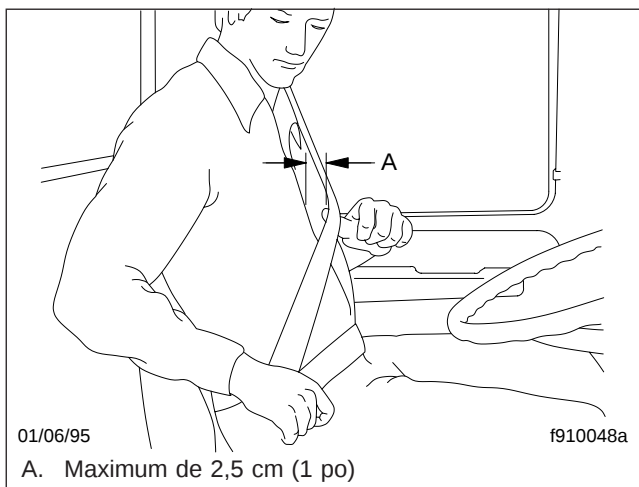
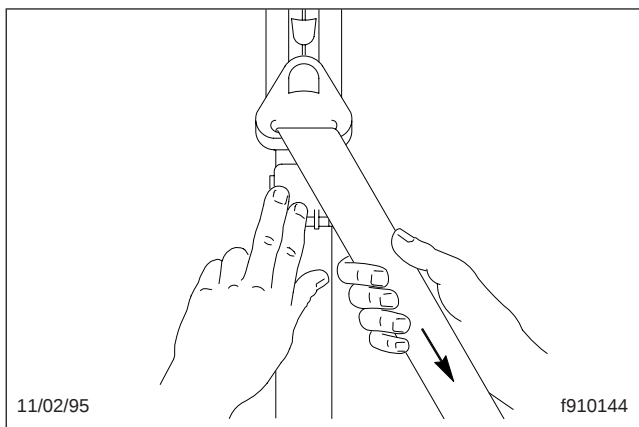

Fig. 3.15, Ajustement de la tension de la ceinture harnais
Fig. 3.16, Blocage du dispositif Komfort Latch
4. Si vous le désirez, enclenchez le dispositif de blocage Komfort Latch. Voir la figure 3.15 pour ajuster la ceinture harnais et la figure 3.16 pour bloquer le dispositif Komfort Latch.